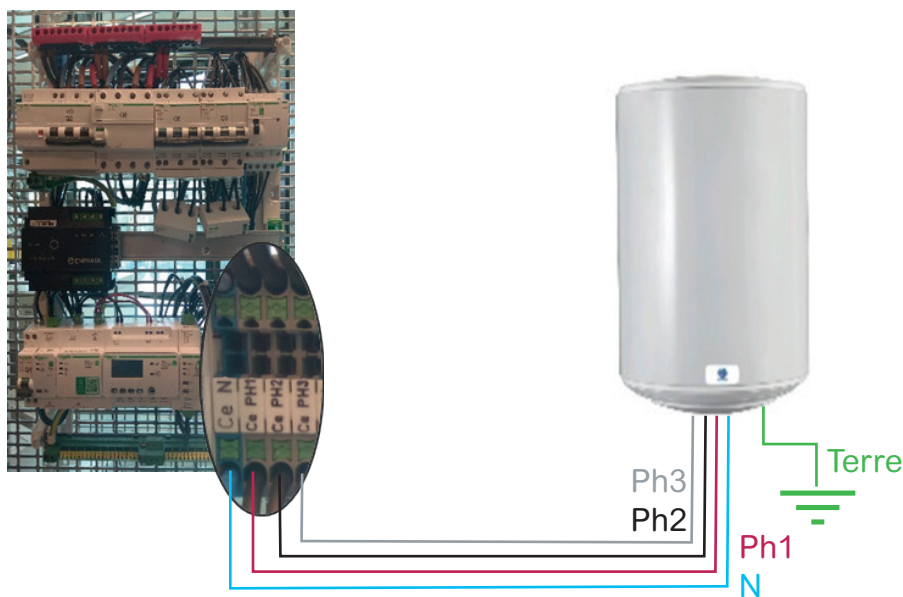

Figure 8: Câblage du chauffe-eau aux borniers
- Câbler les phases et le neutre du chauffe-eau aux bornes Ce PH1, PH2, PH3, N (figure 8)